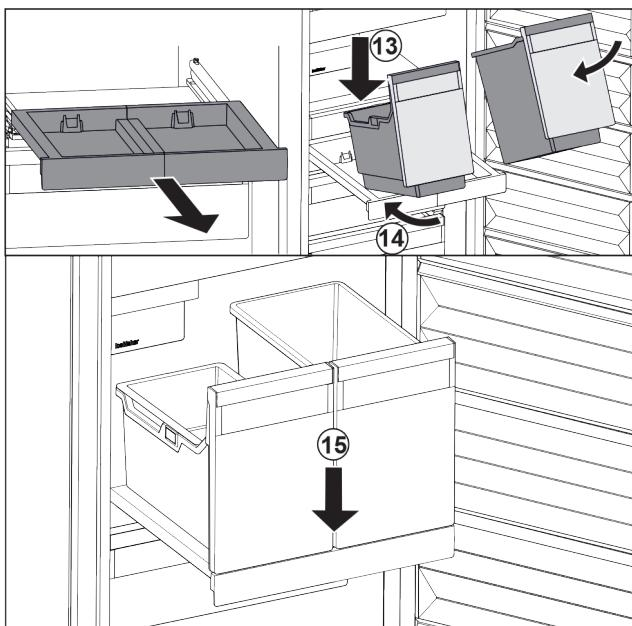

Fig. 47
- Встановити резервуар на витяжну панель навскоси. Fig. 47 (13)
- Насунути резервуар навскоси до заду. Fig. 47 (14)
- Резервуар опустити спереду. Fig. 47 (15)